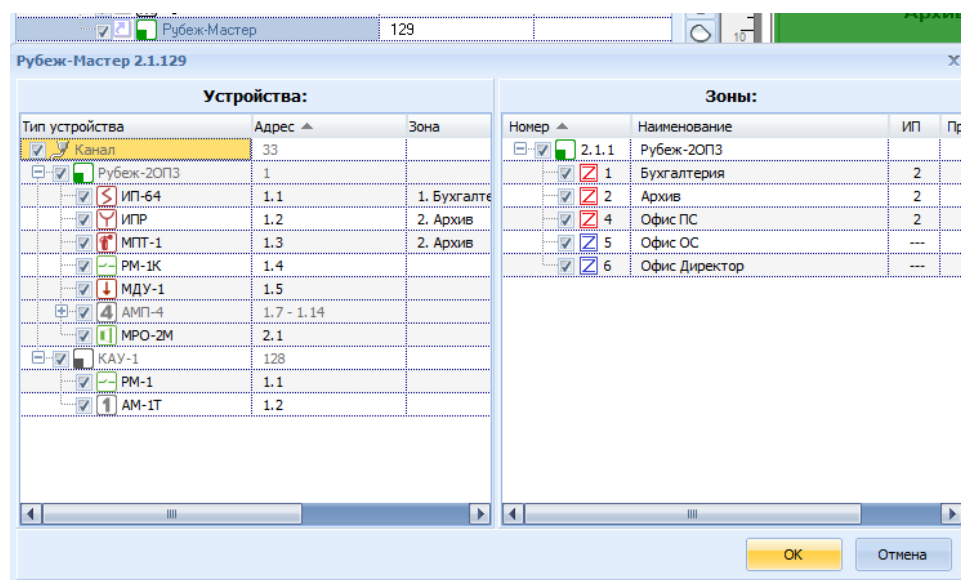

Рисунок 5.51
1) Выделить «Рубеж-2ОП» прот. R3 в режиме «Master» в дереве устройств и выбрать пункт **Свойства** контекстного меню (рисунок 5.51).